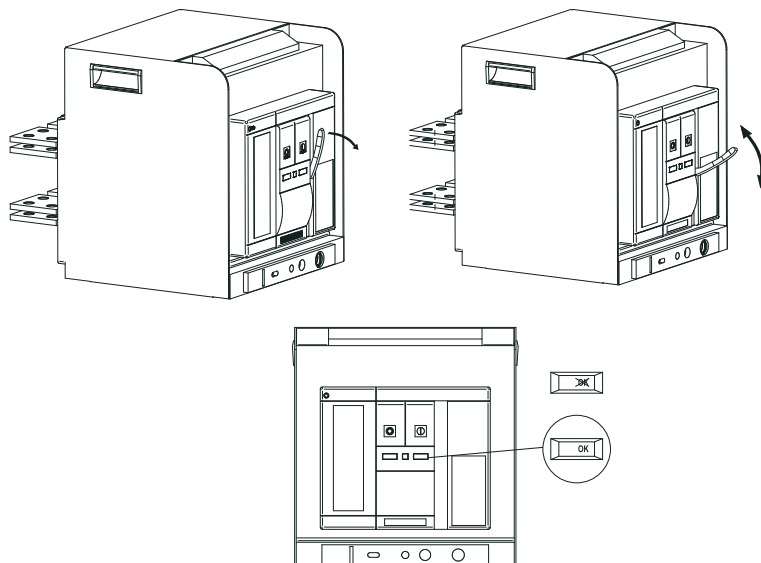

Рисунок 27
5.13.1 Для взвода выключателя (рисунок 27) потянуть рукоятку взвода пружины привода до упора, а затем отпустить ее назад, совершив возвратно-поступательное движение. Введение выключателя будет выполнено, когда индикатор состояния принимает положение «ВЗВЕДЕН» и при оперировании рукояткой взвода не будет ощущаться сопротивление.